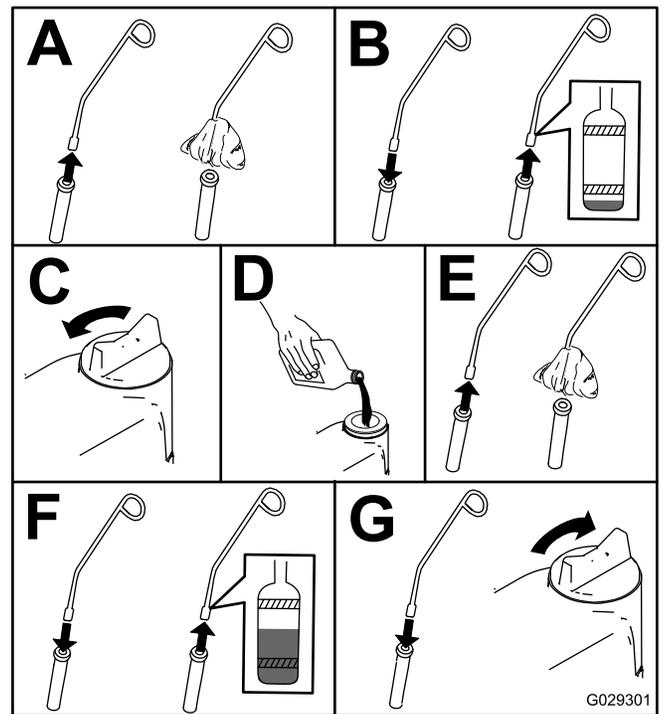

Bild 41
4. Kontrollieren Sie den Ölstand wie in Bild 41 gezeigt.